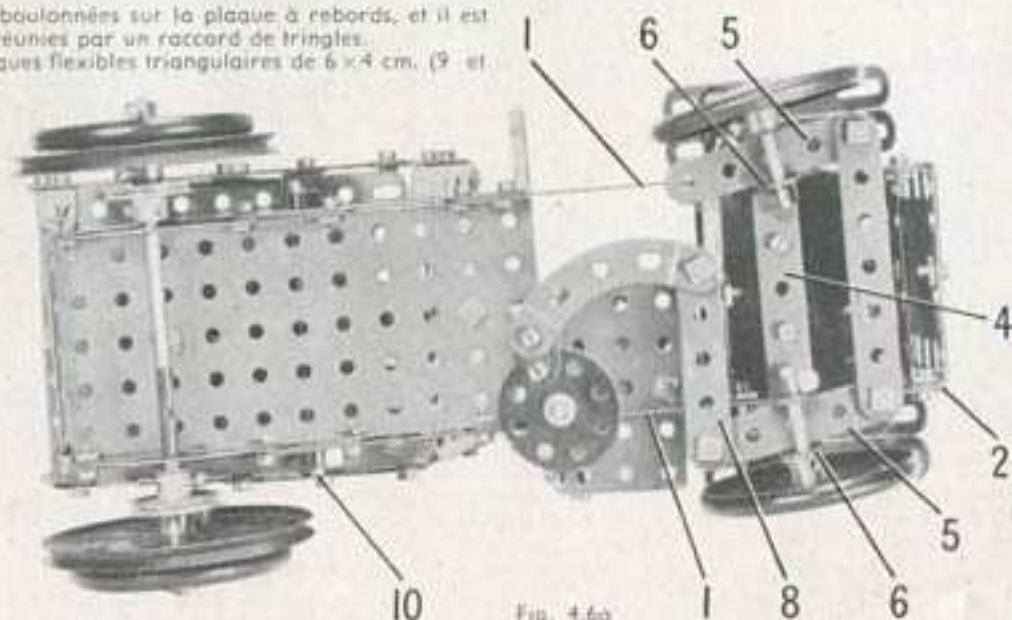

Fig. 4.6a
Le châssis est une plaque à rebords de 14 x 6 cm., prolongée par des bandes de 11 trous (1). Ces bandes dépassent la plaque à rebords de deux trous, et elles sont réunies par une bande coudée de 60 x 12 mm. (2) (Fig. 4.6a). L'avant du poste de conduite est une moitié de plaque à rebords fixée à une extrémité de la plaque à rebords par un support plat.
Le capot du moteur est constitué par deux plaques flexibles de 14 x 6 cm., boulonnées sur les bandes (1) et réunies l'une à l'autre au sommet. L'avant et l'arrière du capot sont constitués par une plaque semi-circulaire et une plaque flexible de 6 x 6 cm. L'arrière est fixé sur la bande coudée (2) et l'avant est fixé sur une bande coudée similaire boulonnée entre les bandes (1). Une plaque à rebords de 6 x 4 cm., fixée sur une équerre (3) forme le plancher du poste de conduite ; le siège est une embase triangulée coudée boulonnée sur une bande coudée de 38 x 12 mm. Une bande de 7 trous (4) (Fig. 4.6a) est boulonnée sur une bande coudée de 60 x 12 mm. fixée sur les bandes (1). Les bandes de 5 trous (5) passées dans les supports doubles (6) sont libres de pivoter sur des boulons de 9,5 mm., articulés sur la bande (4) par contre-écrou. Les bandes (5) sont réunies l'une à l'autre par une bande de 7 trous tenue par des boulons munis de contre-écrous. Deux roues d'auto sont bloquées sur des tringles de 4 cm. qui passent dans les supports doubles (6). Le tube de direction est une tringle de 10 cm. qui passe dans une embase triangulée coudée (7) et dans la plaque à rebords de 6 x 4 cm. Un support plat est fixé à une roue barillet montée sur cette tringle, et une bande incurvée épaulée est boulonnée solidement sur le support plat. La bande incurvée est réunie par une bande de 5 trous (8) à l'une des bandes (5). Les boulons qui fixent la bande (8) à chaque extrémité sont munis de contre-écrous.